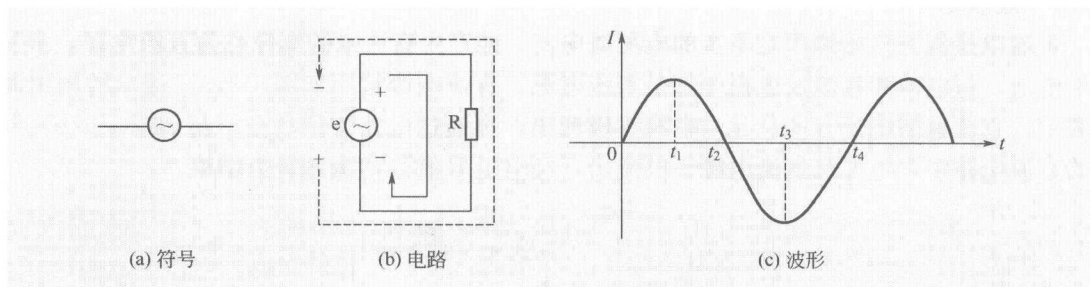

图 1-11 正弦交流电
正弦交流电的符号、电路和波形如图 1-11 所示。
下面以如图 1-11(b) 所示的交流电路来说明如图 1-11(c) 所示正弦交流电波形。
① 在 $0 \sim t_1$ 期间 交流电源 e 的电压极性是上正下负，电流 I 的方向是：交流电源上正 $\rightarrow$ 电阻 $R \rightarrow$ 交流电源下负，并且电流 I 逐渐增大，电流逐渐增大在图 1-11(c) 中用波形逐渐上升表示， t_1 时刻电流达到最大值。
② 在 $t_1 \sim t_2$ 期间 交流电源 e 的电压极性仍是上正下负，电流 I 的方向仍是：交流电源上正 $\rightarrow$ 电阻 $R \rightarrow$ 交流电源下负，但电流 I 逐渐减小，电流逐渐减小在图 1-11(c) 中用波形逐渐下降表示， t_2 时刻电流为 0。
③ 在 $t_2 \sim t_3$ 期间 交流电源 e 的电压极性变为上负下正，电流 I 的方向也发生改变，图 1-11(c) 中的交流电波形由 t 轴上方转到下方表示电流方向发生改变，电流 I 的方向是：交流电源下正 $\rightarrow$ 电阻 $R \rightarrow$ 交流电源上负，电流反方向逐渐增大， t_3 时刻反方向的电流达到最大值。
④ 在 $t_3 \sim t_4$ 期间 交流电源 e 的电压极性仍为上负下正，电流仍是反方向，电流的方向是：交流电源下正 $\rightarrow$ 电阻 $R \rightarrow$ 交流电源上负，电流反方向逐渐减小， t_4 时刻电流减小到 0。